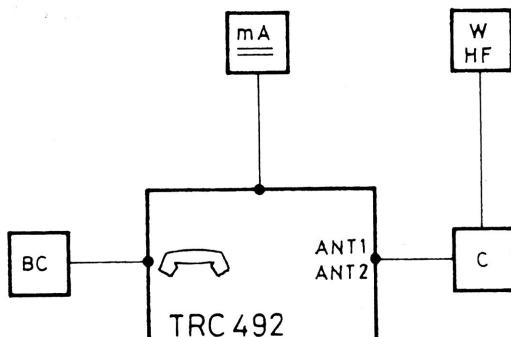

Fig. 5.3.5.5
- Réaliser le montage de la figure 5.3.5.3
- Réaliser le montage. Fig. 5.3.5.5
- Mounting (fig. 5.3.5.3)
- Mounting (fig. 5.3.5.5)
- Realizar el montaje de la fig. 5.3.5.3
- Realizar el montaje fig. 5.3.5.5